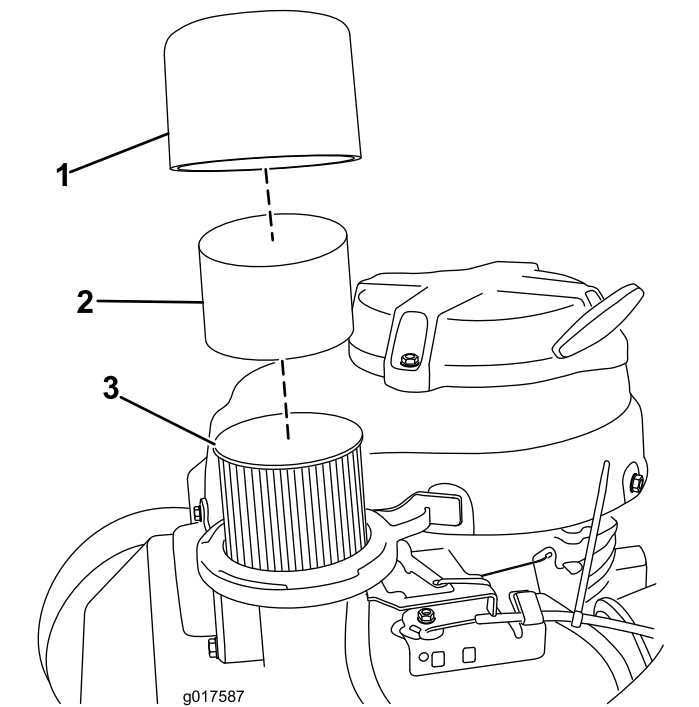

Figura 25
- 3. Retire la tapa y límpiela a fondo (Figura 25).
4. Retire el pre-limpiador de gomaespuma y lávelo con un detergente suave y agua, luego séquelo apretando suavemente con un paño (Figura 25).
- 5. Retire e inspeccione el filtro de aire de papel (Figura 25); deséchelo si está excesivamente sucio.